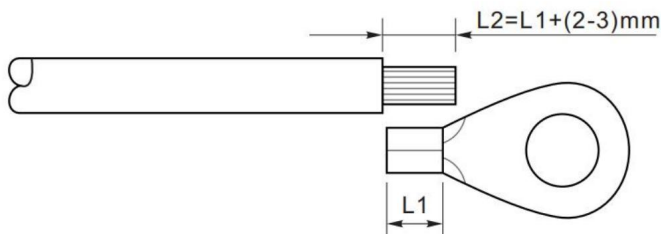

Figure 5-2 Instructions de connexion à la terre (1)
Étape 1 : Retirez la couche d'isolation avec une longueur appropriée à l'aide d'une pince à dénuder illustrée à la figure 5-2.